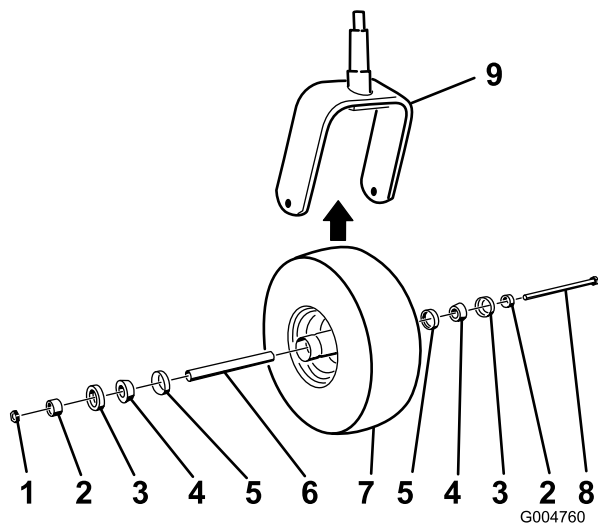

Figura 54
5. Monte a roda empurrando os rolamentos cónicos e vedantes, cheios de massa lubrificante, para dentro do cubo da roda, posicionado conforme ilustrado em Figura 54.